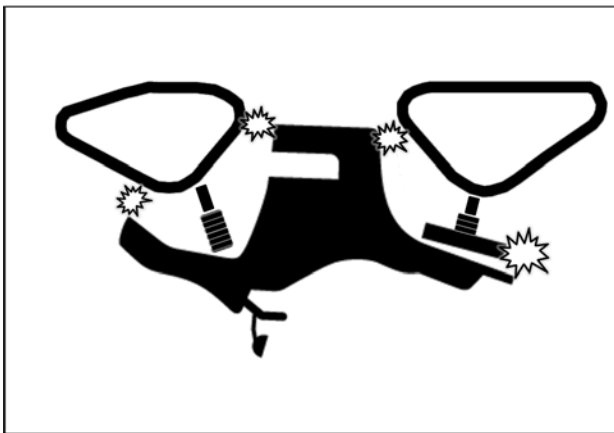

Fig. 26
2. Vérifier s'il y a possibilité de contact entre le système de traction et les coins inférieurs des ailes. Voir la Fig. 26